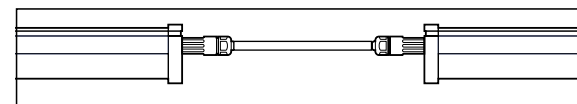

Рис. 1
- 5.4 Осветительные приборы по умолчанию оснащены сквозной проводкой для подключения в линию (рис. 1), а также герметичными наружными разъемами для быстрого подключения кабеля. Разъемы оснащены заглушками, поддерживающими герметичность. Заглушку перед подключением кабеля к разъему необходимо удалить.